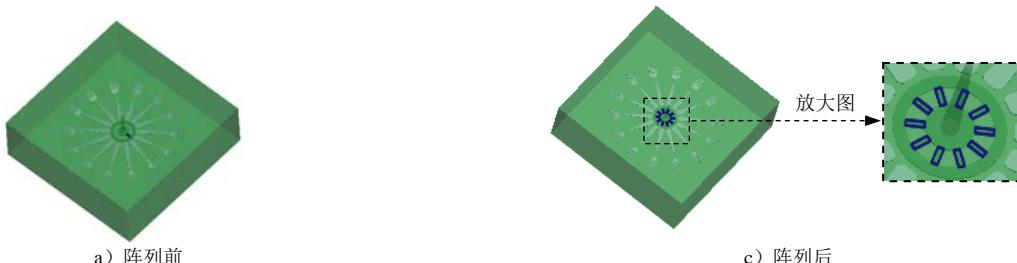

图 23.13 阵列分流道
(4) 在模型树中查看前面创建的特征。
① 在模型树界面中选择 → **树过滤器 (F)...** 命令。
② 在系统弹出的“模型树项目”对话框中选中 **特征** 复选框，然后单击 **确定** 按钮。此时，模型树中会显示出前面创建的特征。
(5) 阵列图 23.13 所示的分流道。
① 在模型树中选取上一步创建的拉伸 2 特征并右击，在系统弹出的快捷菜单中选择